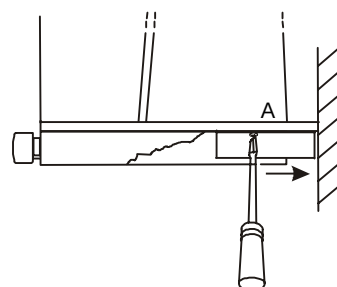

Fig. 15
- ❶ Afmontér filter, lampeglas og pære iht. “Vedligeholdelse og rengøring”.
- ❷ Løsn de tre skruer A i fig. 15.
- ❸ Skub lampehuset ind mod væggen.
- ❹ Spænd de tre skruer.
- ❺ Montér pære, lampeglas og fedtfilter.